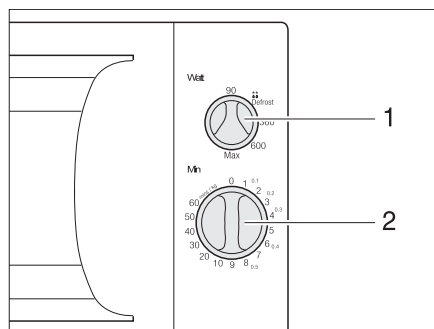

Fig. 141 Elementos de mando del horno microondas
- Seleccionar la potencia con el regulador giratorio (Fig. 141,1).
- Seleccionar el tiempo de cocinado con el regulador giratorio (Fig. 141,2). Comienza el proceso de cocinado.